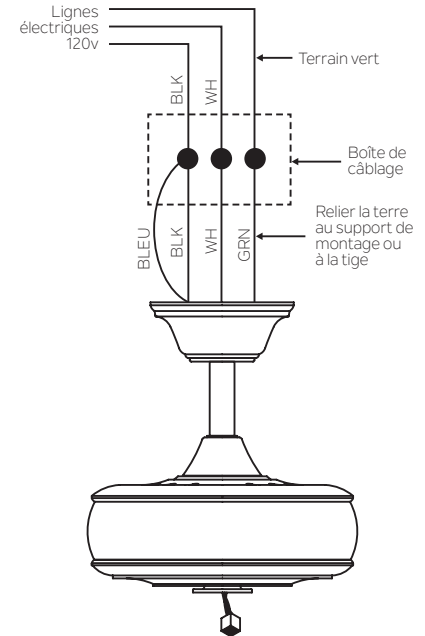

Fig. 12
**Étape 1.** Connectez le fil d'alimentation (noir) du ventilateur et le fil d'alimentation lumière (bleu) au fil d'alimentation noir du ménage, comme illustré à la Figure 12.